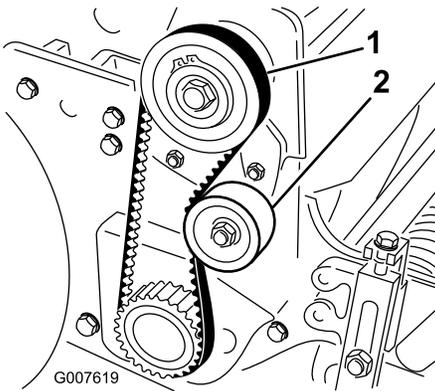

図 39
2. プーリ間の中央部（図 39）でベルトを 18～22 N 程度の力で押して点検する。ベルトのたわみが 6 mm 程度あれば適正とする。
- A. アイドラプーリ固定ナットをゆるめ、プーリを右に回してベルトの背に押しつけて、適当な張りを出す（図 39）。